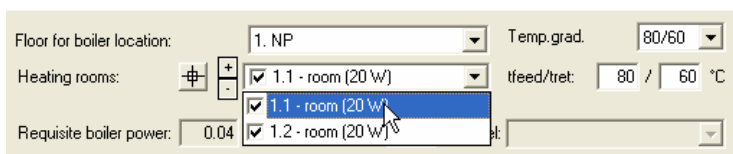

Рис. 3.2-8 Выделение отапливаемых помещений
2. Появится диалоговое окно *Product selection/Выбор изделия*, в котором щелкните на закладку *Boilers/Котлы*. Приблизительно в середине диалога выпишите необходимые данные: перепад температуры, выберите этаж для установки котла, в шторке выберите и выделите помещения, которые желаете отапливать. (Рис. 3.2-8). Отапливаемые помещения можете обозначить также прямо в проекте. Щелкните на кнопку, находящуюся перед шторкой.